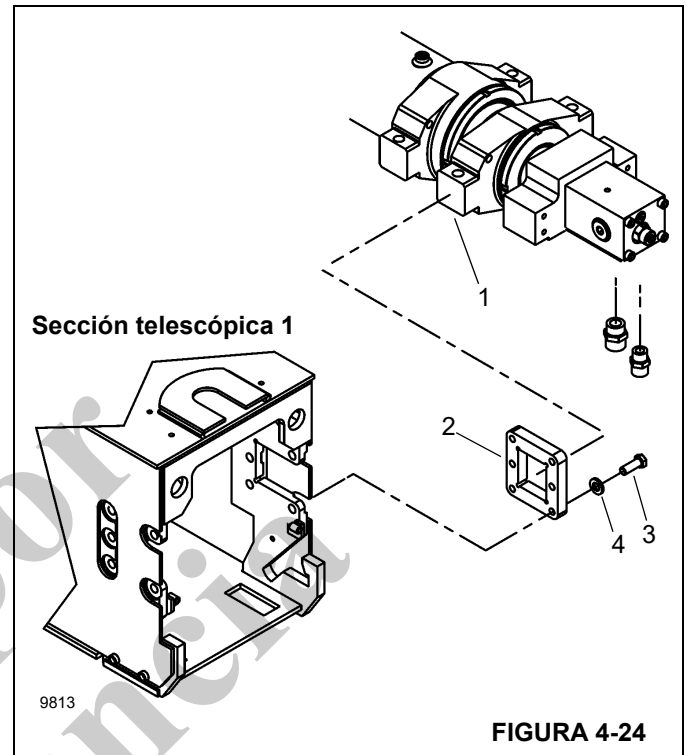

FIGURA 4-24
7. Instale sin apretar las placas de muñón (2, Figura 4-24) en las bridas (1) del cilindro telescópico.
10. Instale los pernos (3, Figura 4-24), arandelas (4) y las placas de muñón (2) para fijar el cilindro telescópico a la sección telescópica 1 de la pluma.